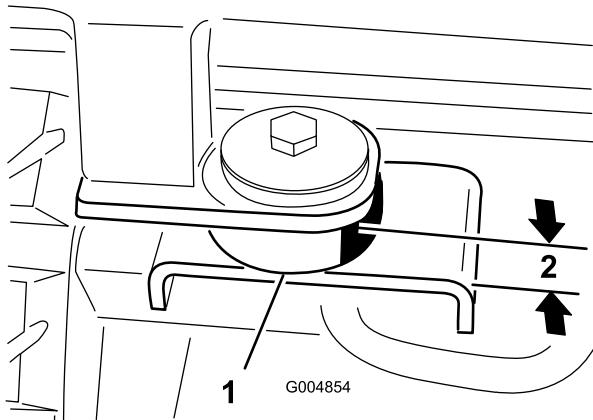

Figure 67
3. Insérez un bloc de cabine en caoutchouc aux emplacements de montage avant (Figure 67).